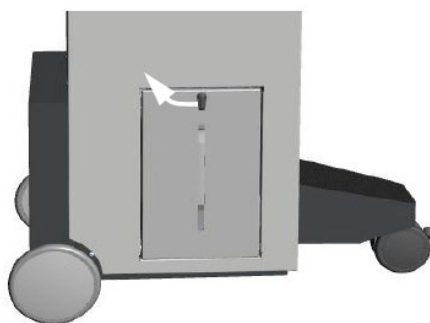

Fig. 9-15. Removing flap
2. 装置の左側にあるフラップのロックを外し、取り外します(図9-15参照)。